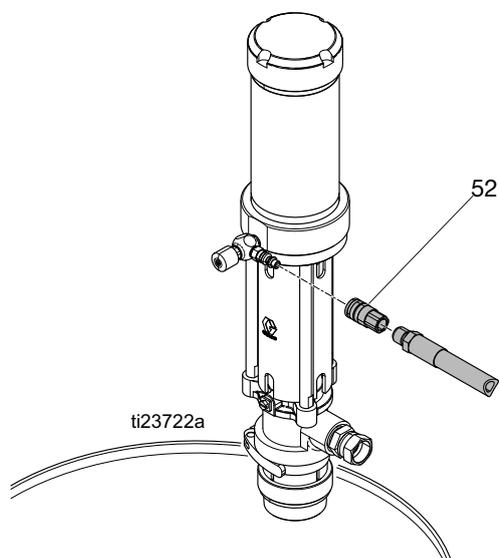

FIG. 8
5. Installez la conduite d'air (D.I. de 76 mm minimum) avec le coupleur d'air à débranchement rapide (52) fourni. Voir FIG. 8.